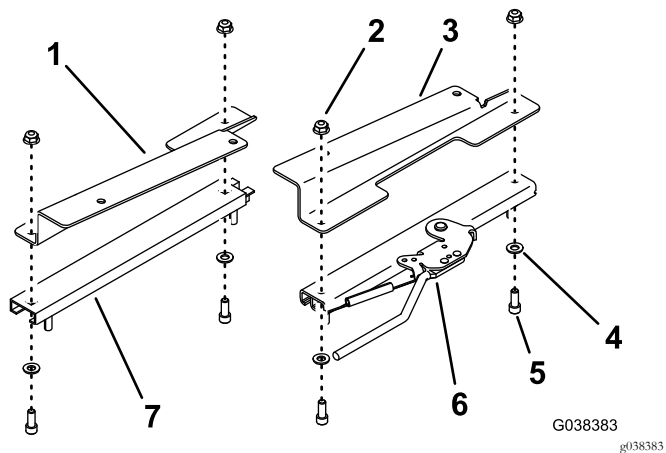

図5
5. 左右のシートブラケットを、左右のアジャスタに取り付ける六角ソケットボルト5/16 x 3/4 インチ4本、平ワッシャ4枚、ナット5/16 インチ4個で図5のように取り付ける。